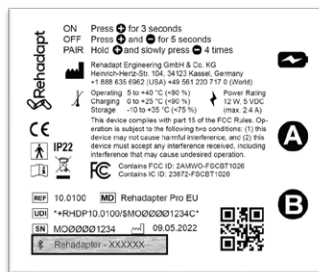

Figure 4.1 Étiquette d'identification de l'appareil ⑫ à l'arrière du Rehadapter™
4. Activez le mode d'appairage : maintenez enfoncé un bouton de volume ⑪ ou ⑫ tout en appuyant lentement 4 fois sur l'autre bouton de volume pendant une seconde à chaque fois. Lorsque le voyant d'état commence à clignoter rapidement en bleu, lâchez les deux boutons.
5. Sur la tablette, allez dans les paramètres Bluetooth®, et appuyez sur le nom du Rehadapter™ (✕Rehadapter-XXXXXX comme indiqué sur la *Fig. 4.1*). Le Rehadapter™ est désormais jumelé avec la tablette. La LED d'indication d'état est bleue fixe.